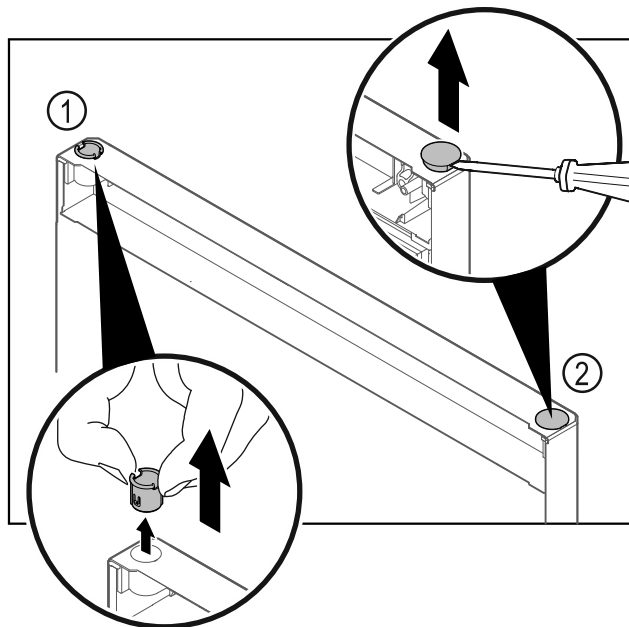

Fig. 21 Dvířka chladničky
- Pouzdro závěsu Fig. 21 (1) vytáhněte prsty.
- Krycí zátku Fig. 21 (2) opatrně nadzvedněte plochým šroubovákem a vytáhněte.